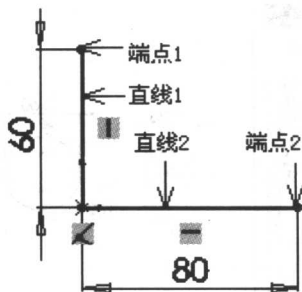

图 2-2 标注直线尺寸
4. 标注尺寸。单击智能尺寸按钮, 进行尺寸标注, 结果如图 2-2 所示。